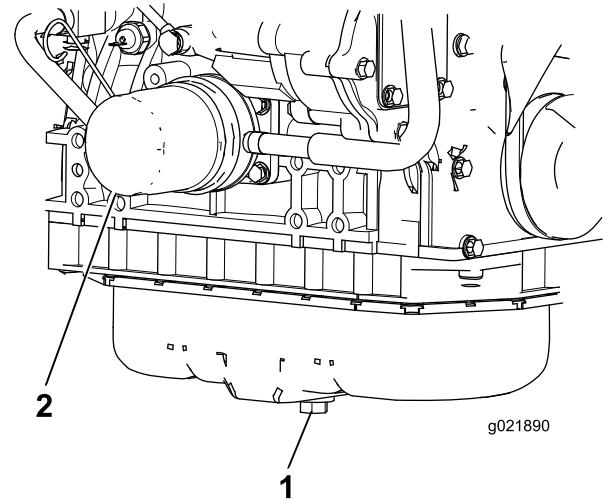

Bild 83
1. Entfernen Sie die Ablassschraube und lassen Sie das Öl in die Auffangwanne ab (Bild 83).
3. Entfernen Sie den Ölfilter (Bild 83).